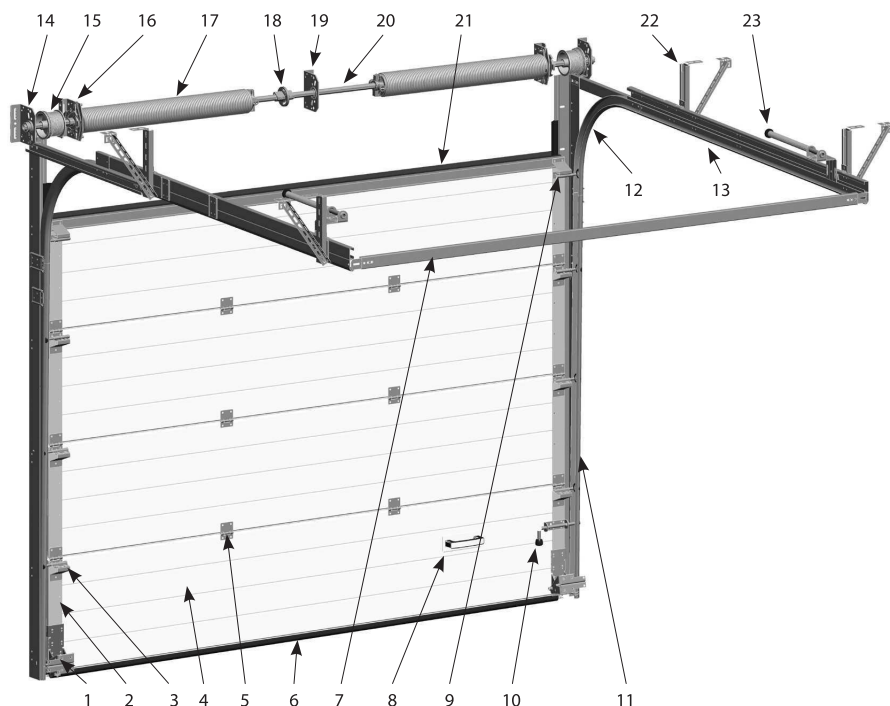

Рис. 1. Промышленные ворота. Стандартный монтаж
Ворота состоят из несущего каркаса, воротного полотна, торсионного вала с торсионными пружинами, элементов управления. На *рис. 1* приведено схематическое изображение ворот стандартной комплектации.
- нижние кронштейны с защитой от обрыва троса (поз.1 на *рис. 1*);
- предохранительные храповые муфты (поз.1б на *рис. 1*), срабатывающие при поломке пружин.